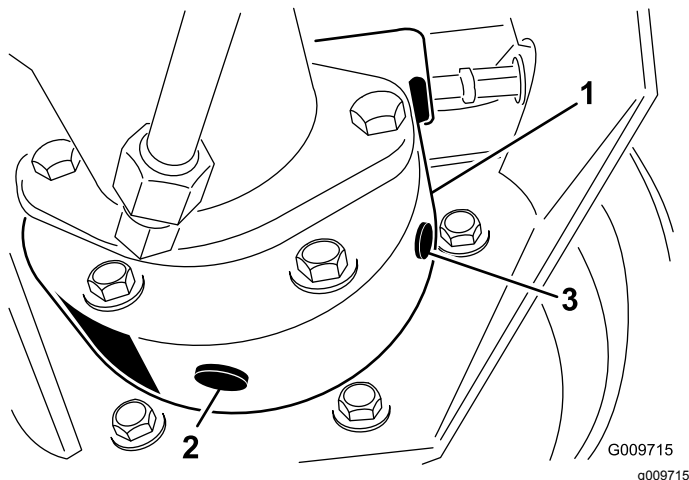

Figure 44
3. Placez un autre bac de vidange sous le carter de frein de l'autre côté de la roue (Figure 44).